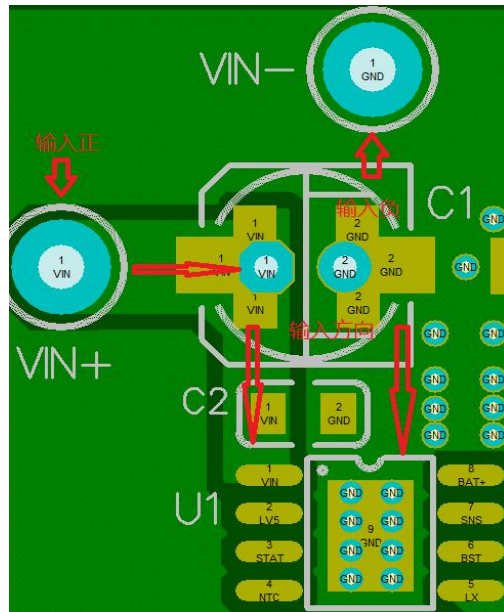

图 1
1、输入正负极走线尽量先经过输入大小两个电容，分别再到芯片的第一脚和底盘地，放置在输入大电流回路。如下图 1 所示：